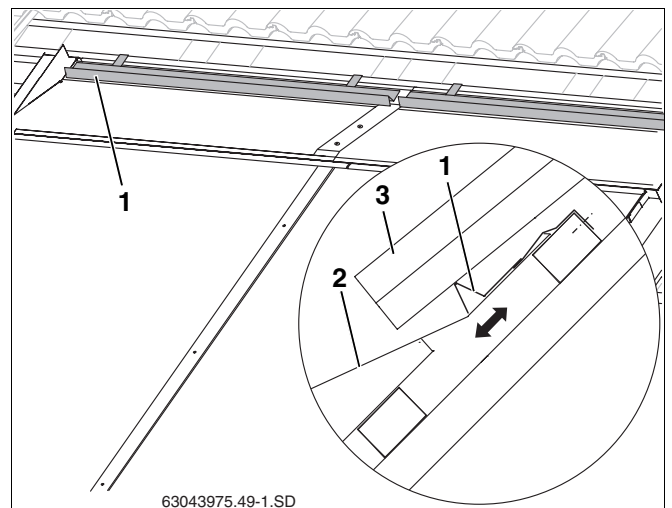

Fig. 61 Colocar e fixar o apoio da telha
- cubra o máximo possível da chapa de cobertura (fig. 61, **item 2**), contudo, sem tocar na mesma, e que a telha cortada fique apoiada no mesmo ângulo que as telhas não cortadas (assim é assegurado que as telhas ficam completamente apoiadas no labirinto de telhas). O ângulo pode ser ajustado com o apoio da telha.
- ▶ Colocar o apoio da telha (fig. 61, **item 1**) de acordo com a posição determinada e fixar à ripa do telhado.
- ▶ Colocar as telhas cortadas (fig. 61, **item 3**).